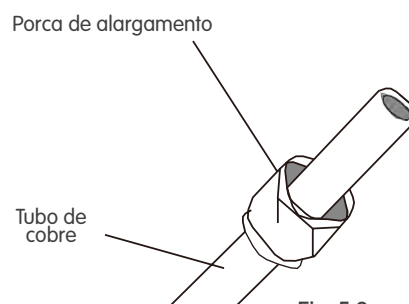

Fig. 5.3
3. Coloque as porcas de alargamento em ambas as extremidades do tubo. Certifique-se de que estão viradas na direção correta, visto que não conseguirá colocá-las ou mudar a sua direção após o alargamento. Ver **Fig. 5.3**.